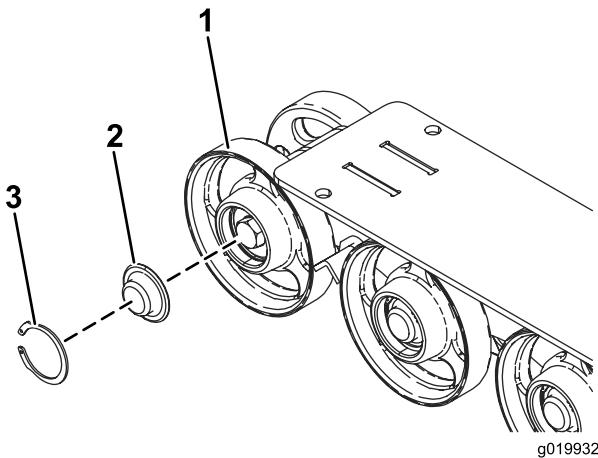

Figura 49
- 3. Retire la anilla a presión y el tapón de una de las ruedas de rodaje (Figura 49).
- 4. Compruebe la grasa que hay debajo del tapón y alrededor de la junta (Figura 49). Si está sucia, tiene arenilla o queda poca grasa, elimine toda la grasa, cambie la junta, y añada grasa nueva.
- 6. Coloque el tapón engrasado sobre la cabeza del perno (Figura 49).
- 7. Sujete el tapón de la rueda de rodaje con la anilla a presión (Figura 49).